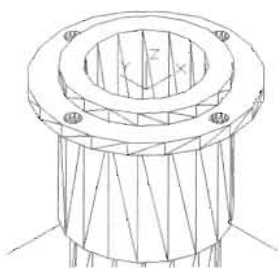

图 14-158
(7) 单击“建模”工具栏中的“差集”按钮, 用半径为 38mm 的圆柱体减去半径为 3mm 的 4 个圆柱体, 消隐效果如图 14-158 所示。